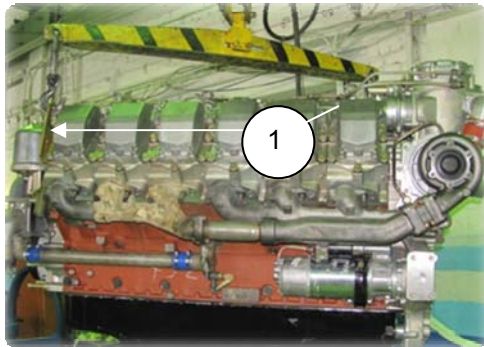

Рис. 2.1
1. Зацепить крюками подвески два рыма (1) (рис. 2.1);